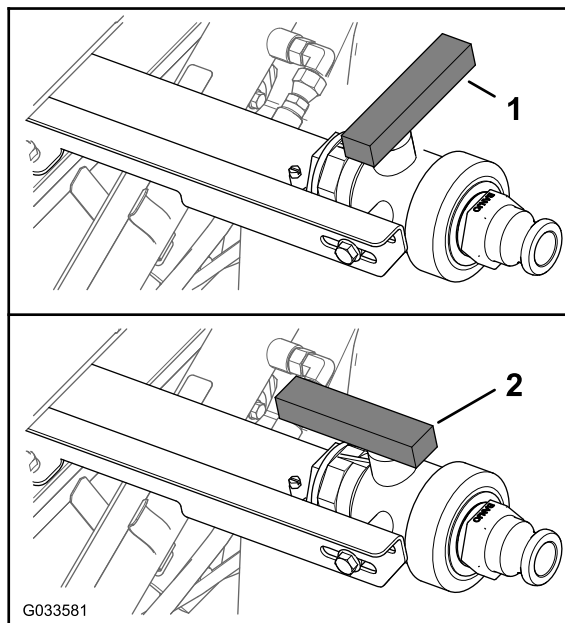

**Figure 82**
2. Trouvez l'emplacement du robinet de vidange de la cuve du côté gauche de la machine (Figure 82).